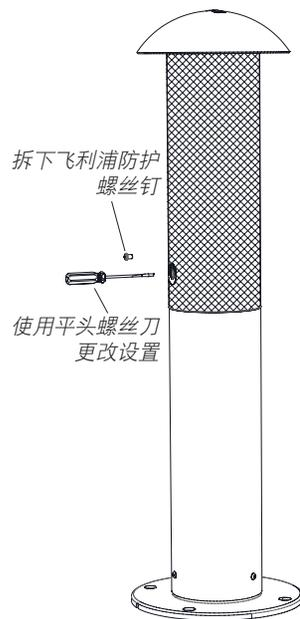

图 29
3. L41XC 扬声器随附的变压器设置为 60W。如您想采用较低的功率配置，使用飞利浦螺丝刀卸下飞利浦保护螺钉，如图 29 所示。